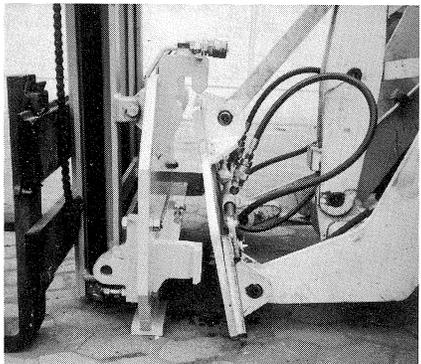

Bild 39
- (2) Mit dem Wechselrahmen Hubmast aufnehmen, (Bild 39) hochheben und Wechselrahmen nach hinten kippen bis der Hubmast am Wechselrahmen voll anliegt. Mit dem Handhebel (Bild 16/6) den Hubmast mit dem Wechselrahmen verriegeln.